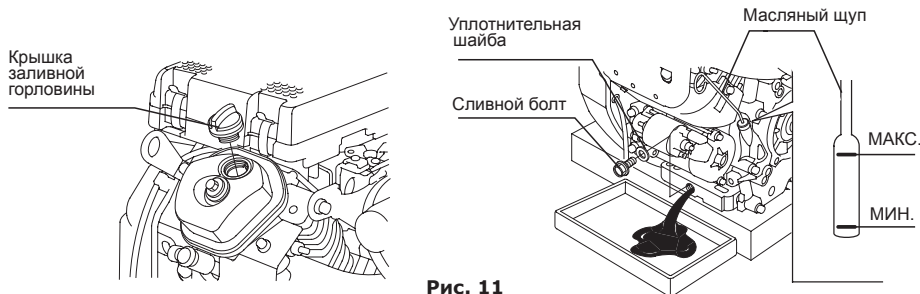

Рис. 11
- Найдите месторасположение маслясливной пробки (рис. 11).
- Очистите поверхность около сливной пробки (рис. 11).
- Отверните маслясливную пробку и слейте масло (рис. 11).